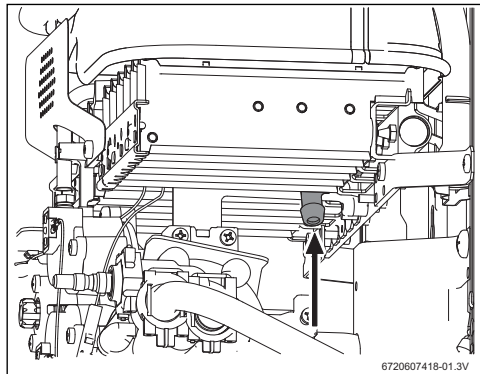

Fig. 13 Point de mesure de pression
- ▶ Dévisser la vis de verrouillage (fig. 13).